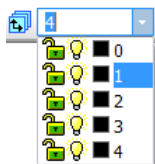

Рис. 46
**Состояние видов** и установить положение 1 (см. рис. 46).